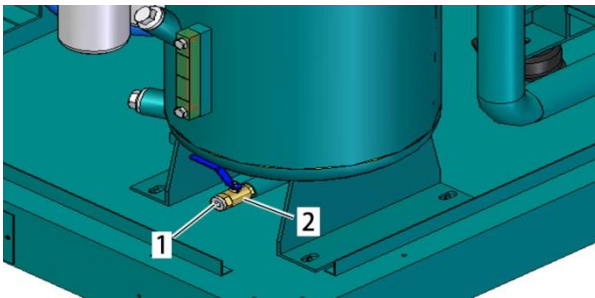

图34：泄油口
5. 松开螺丝塞(图34/1)。
6. 小心打开泄油口(图34/2)并检查放出来的液体。
8. 关上泄油口(图34/2)。
9. 将螺丝塞(图34/1)锁回去。